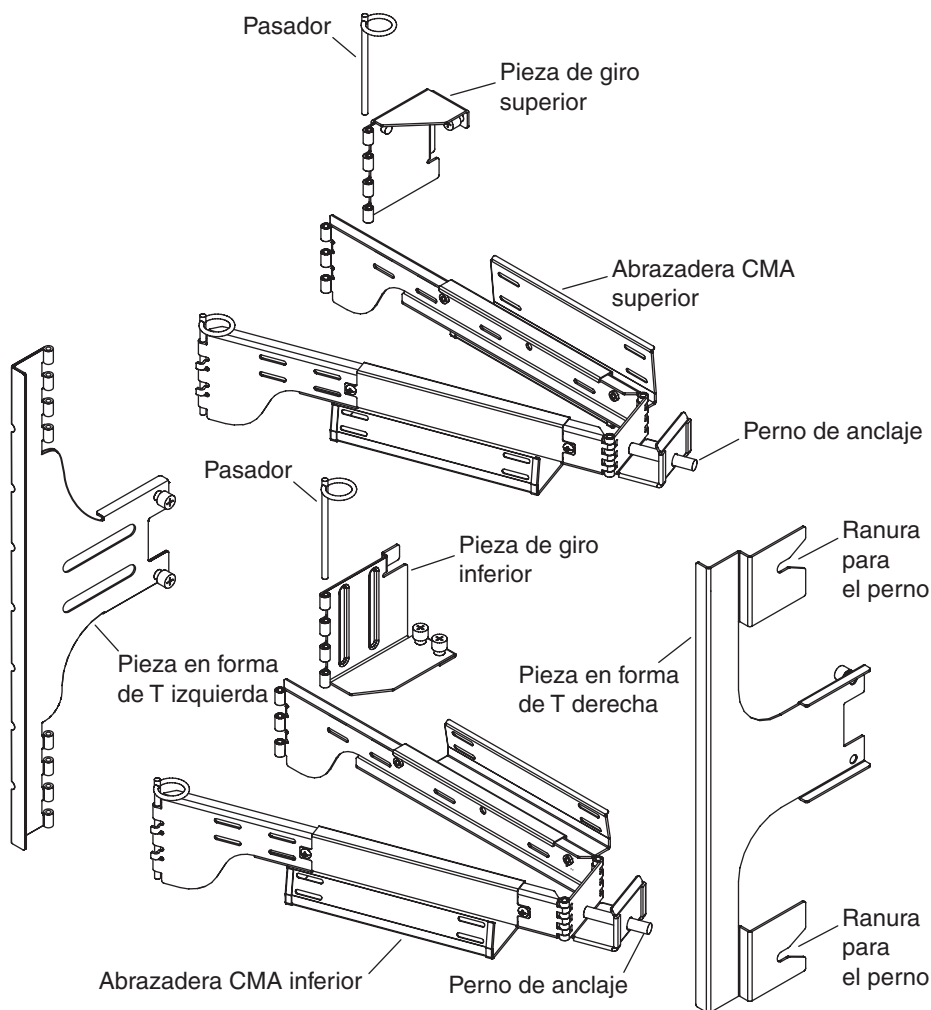

FIGURA 1-17 Abrazaderas CMA superior e inferior y piezas de unión en forma de T izquierda y derecha
1. Consulte la **FIGURA 1-17** a lo largo de los procedimientos siguientes para identificar los componentes de la abrazadera.